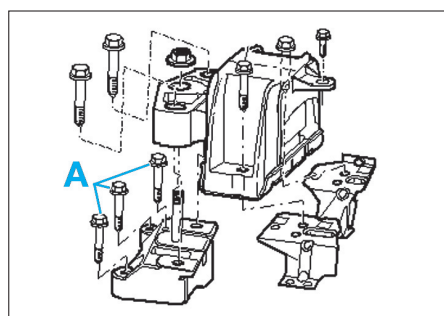

Fig. 49
- Dévisser de la fixation gauche (A) de l'ensemble mécanique les vis de fixation (Fig.49).